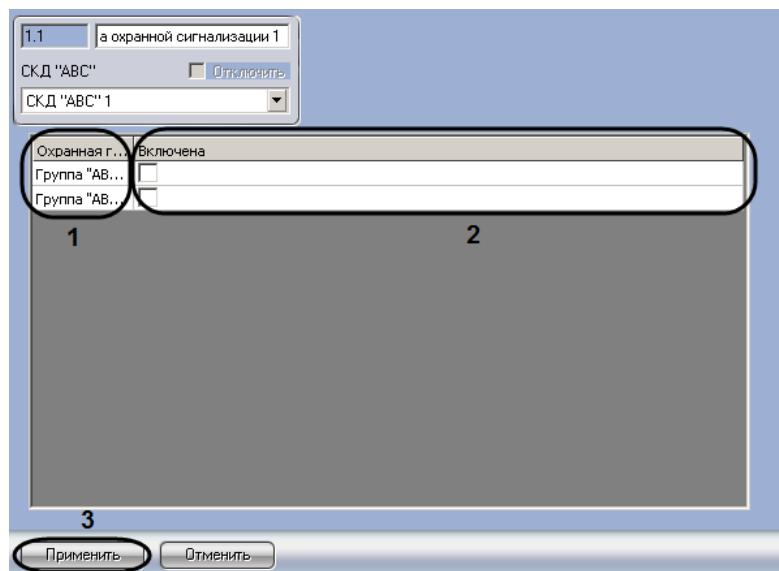

Рис. 3.6—2 Настройка прав охранной сигнализации
2. В столбце **Охранная группа** представлен список групп, зарегистрированных в ПК ACFA *Intellect* (см. Рис. 3.6—2, 1).
3. Установить флагки напротив тех охранных групп, которые включены в настраиваемые права (см. Рис. 3.6—2, 2).